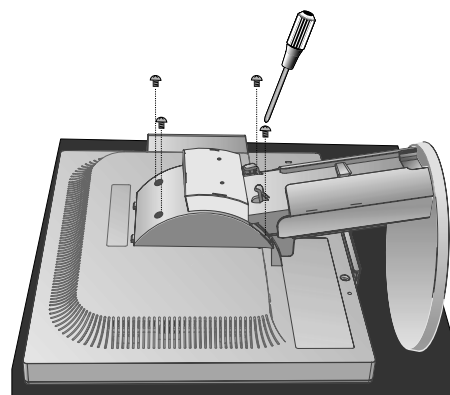

Рисунок S.2
3. Положите монитор экраном вниз на поверхность, которая не поцарапает экран (**Рисунок S.2**).
4. Отверните 4 верхних винта, с помощью которых монитор крепится к подставке (**Рисунок S.2**).